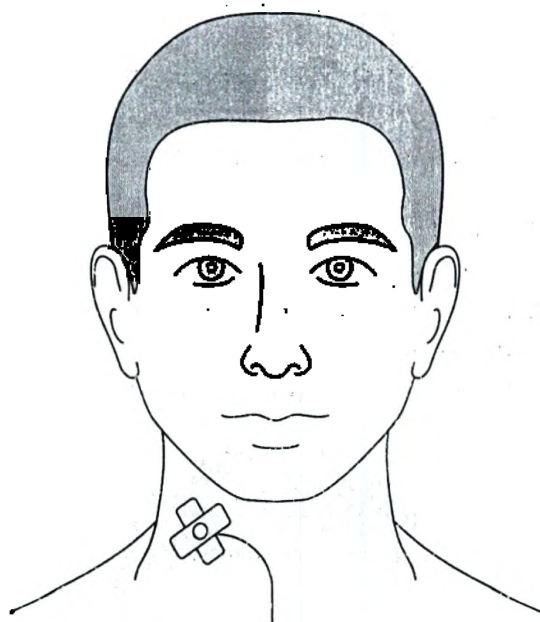

Рис. 40. Фиксация датчика медицинским пластырем на боковой поверхности шеи пациента
- 6) В случае использования отдельного датчика храпа зафиксируйте датчик медицинским пластырем на боковой поверхности шеи в зоне максимальной вибрации при симуляции храпа (рис. 40). Специальная подготовка кожи пациента не требуется. Подключите датчик к электронному блоку системы согласно монтажу обследования.